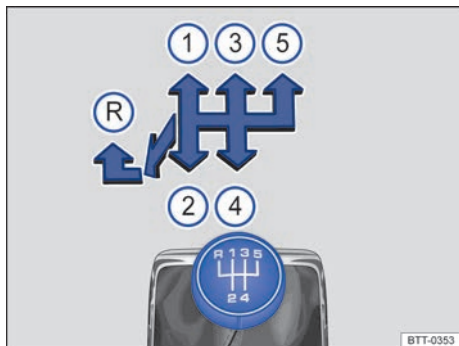

Fig. 88 Esquema de troca de marchas.
As posições de cada marcha estão representadas na alavanca de troca de marcha → Fig. 88.
- Empurrar a alavanca de troca de marcha totalmente para a esquerda e depois para frente até a posição da marcha a ré → Fig. 88 (R).